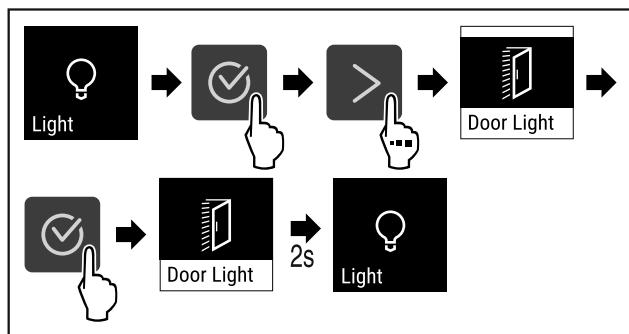

Fig. 70
► Kryeni hapat e veprimit (shihni Fig. 70).